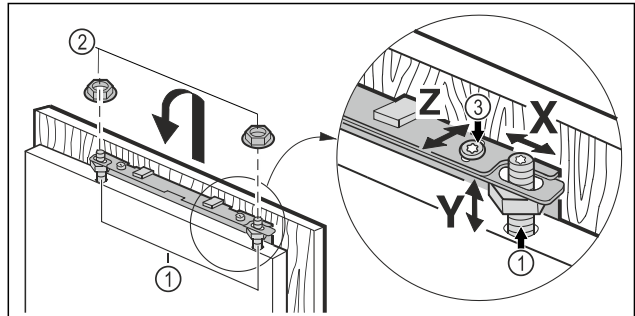

Fig. 46
- ▶ Akassza a szekrényajtót a beállító csapszegekre Fig. 46 (1), és lazán tekerje fel az ellenanyákat Fig. 46 (2) a beállító csapszegekre.
- ▶ Igazítsa be a szekrényajtó Y magasságát és oldalirányú dőlését: Szabályozza be a beállító csapszeget Fig. 46 (1) csavarhúzóval.
- ▶ Húzza meg az ellenanyákat Fig. 46 (3).